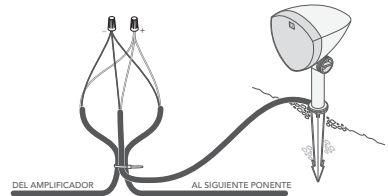

Figura 8
8. Corte los dos cables correctos para el altavoz izquierdo o derecho (consulte las tablas a continuación) y pele 3/4 de pulgada de aislamiento en los extremos expuestos de los cables de entierro; a continuación, pele 3/4 de pulgada de aislamiento de los extremos del cable flexible del altavoz correspondiente (ver figura 8).
9. Cree un bucle de aproximadamente 10 pulgadas y utilice una brida de alambre para sujetar el bucle de alambre y el cable flexible del altavoz para proporcionar alivio de tensión (ver figura 8).